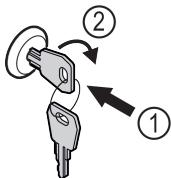

Fig. 172
- Uvucite ključ Fig. 172 (1).
- Okrenite ključ za 90° nadesno Fig. 172 (2).